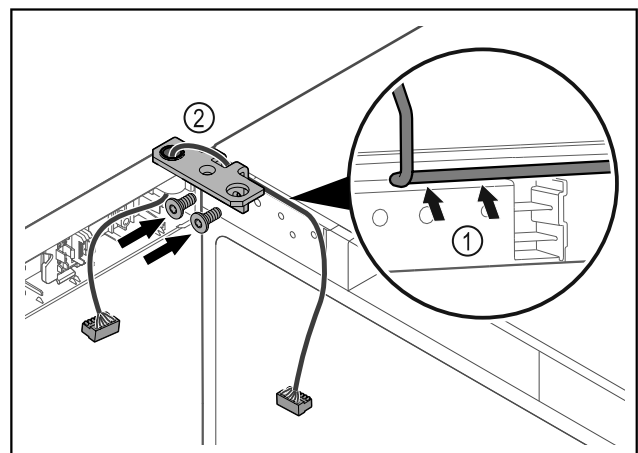

Fig. 47
- Kabel durch die Ausparung des Scharnierwinkels führen und vorsichtig verlegen Fig. 47 (1).
- Scharnierwinkel Fig. 47 (2) anschrauben.